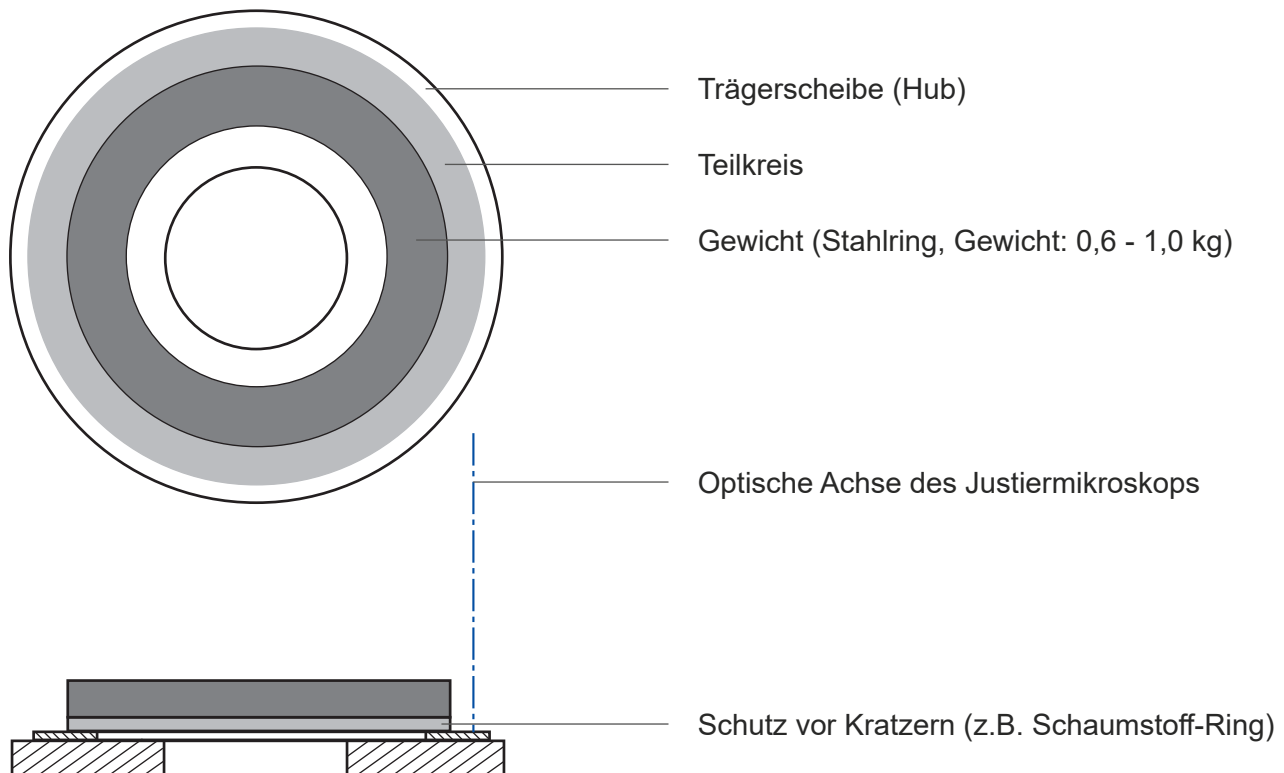

Abbildung 18
(bezogen auf Abbildung 18)
- 7 Beschweren Sie den Teilkreis mit einem geeigneten Gewicht (siehe Abbildung 18) und lassen Sie den Klebstoff für ca. 1 Stunde antrocknen. Achten Sie darauf das die Scheibe vor Zerkratzen geschützt ist, z.B. durch eine geeignete Unterlage aus einem weichen Material.